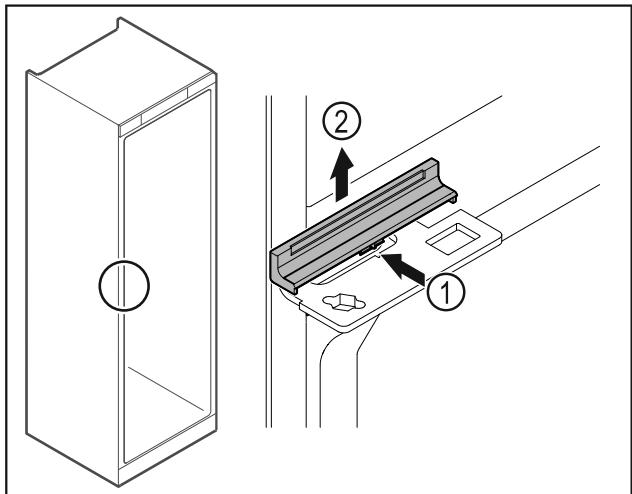

Fig. 48
- ▶ Presionar ligeramente la cubierta Fig. 48 (1) por el centro y retirarla hacia arriba Fig. 48 (2).